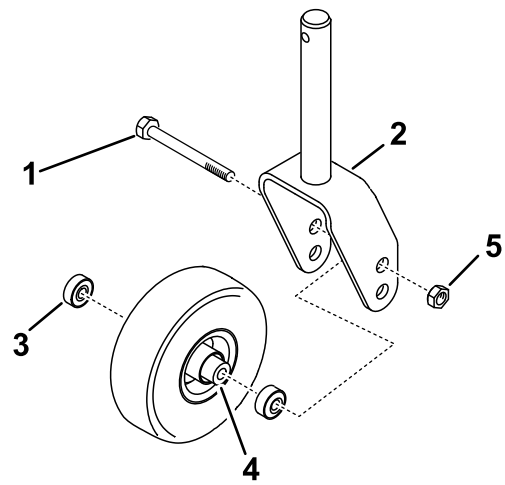

Figura 6
- Montai roile pivotante pe furca roilor aa cum se arată în Figura 6.